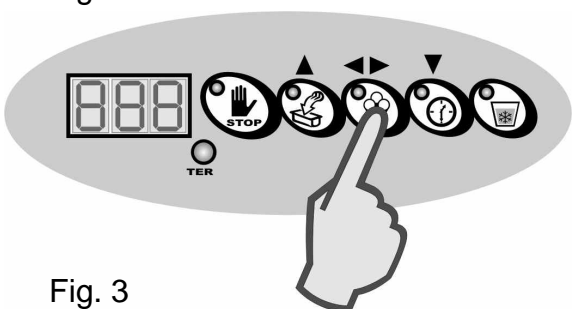

Fig. 3
6. Si, en cambio, desea modificar el paso seleccionado, presione la tecla "CONFIRMACIÓN" (fig. 3) para visualizar el valor actual y luego presione las teclas "UP" o "DOWN" para aumentar o disminuir respectivamente el valor. Luego, presione la tecla "CONFIRMACIÓN" para confirmar el dato.